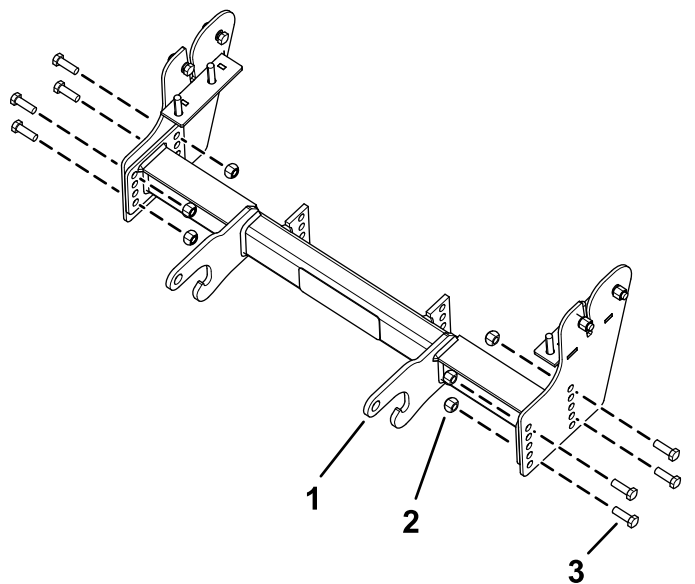

Figure 2
4. Fixez la barre de poussée aux plaques latérales à l'aide de 8 boulons ($\frac{1}{2} \times 1\frac{1}{2}$ po) et 8 contre-écrous ($\frac{1}{2}$ po), comme montré à la Figure 2.